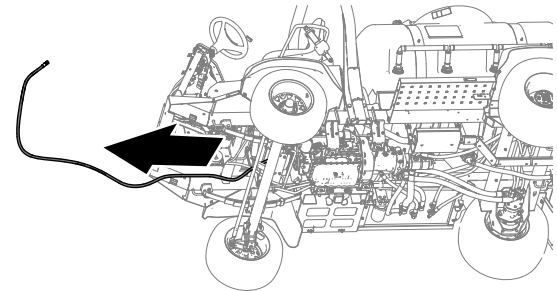

Figura 61
2. Retire la manguera de presión de la máquina (Figura 61).